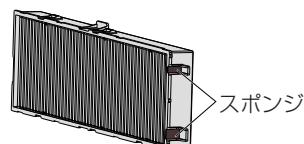

図 1
- エアフィルターユニットの短辺側の端面にあるスポンジ（図 1）が外れないようにご注意ください。